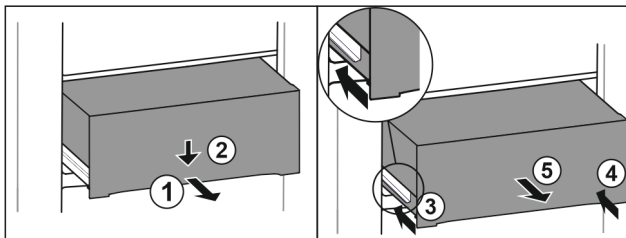

Fig. 149
- ▶ Extraiga el cajón hasta la mitad. Fig. 149 (1)
- ▶ Presionar hacia abajo el cajón de la parte delantera. Fig. 149 (2)
- ▶ Introducir el carril izquierdo unos 2 cm. Fig. 149 (3)
- ▶ Introducir el carril derecho unos 2 cm. Fig. 149 (4)
- ▶ Extraiga el cajón hacia delante. Fig. 149 (5)